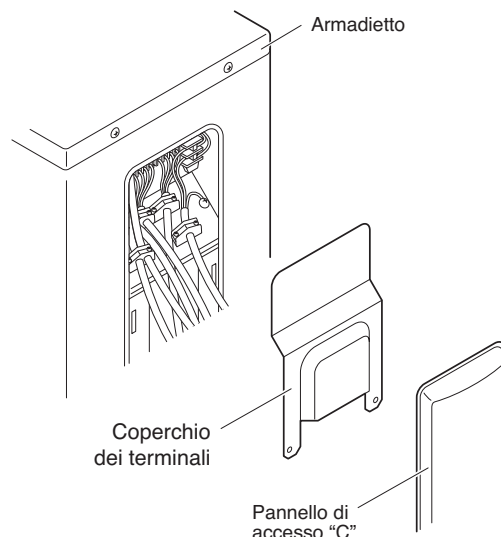

Fig. 32
- (1) Rimuovere il pannello di accesso "C" ed il coperchio dei terminali. (Fig. 32)
- (2) Collegare i fili elettrici di potenza e di collegamento tra le unità secondo il disegno applicato sul pannello laterale.
- (3) Accertarsi che i cavi siano circa 10 cm più lunghi della lunghezza richiesta per il collegamento e chiuderli all'interno dell'unità.
- (4) Terminati i collegamenti, controllare che siano tutti corretti consultando il diagramma dei collegamenti sul lato del pannello.
- (5) Assicurarci di aver eseguito la messa a terra secondo le norme elettriche locali.